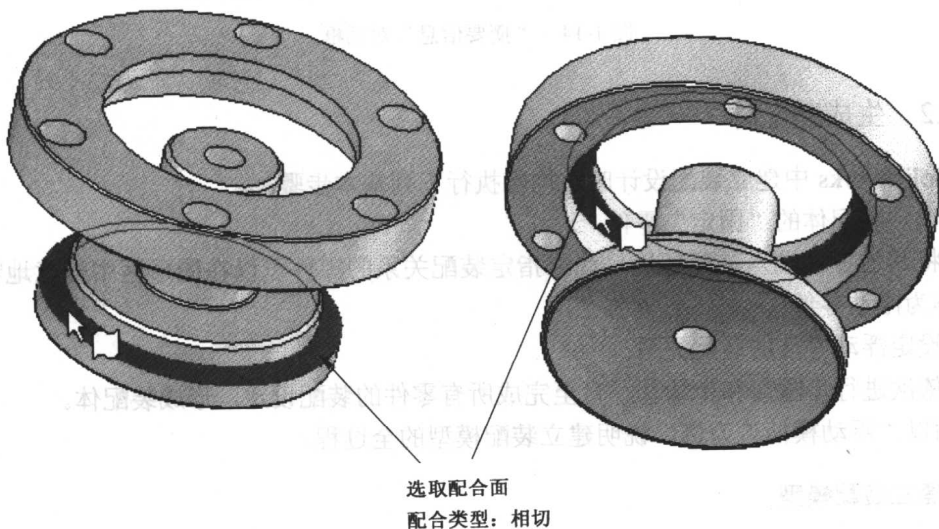

图 1-16 锥面压圈和凹球面模柄相切配合
- 点选欲配合的两圆锥面，配合类型选择[相切]按钮，如图 1-16 所示；预览无误后，单击按钮，完成相切配合；再次单击按钮，完成配合，关闭“配合”属性管理器。